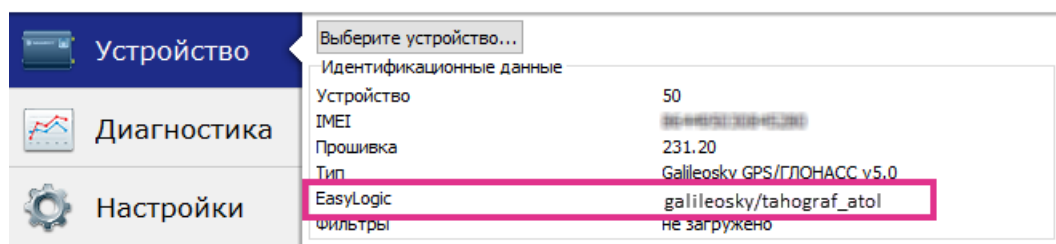

Рис. 11
11. Убедитесь, что алгоритм загружен в память терминала, для этого перейдите на вкладку «Устройство» (Рис. 11);